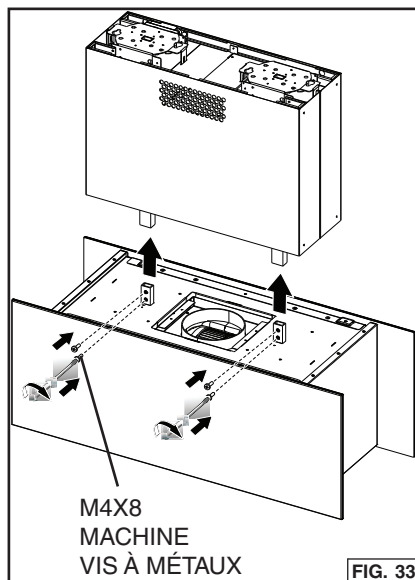

FIG. 33
27. Montez la hotte sur les bras télescopiques en utilisant 4 vis à métaux M4x8. Assurez-vous que le cordon électrique est sur le bras approprié avec la boîte de fonction et l'entrée de courant. Tirez le câble de sécurité des bras extensibles sur la hotte. Alignez la canalisation avec l'ouverture de la soufflante ou l'ouverture du réducteur. Fig. 33.